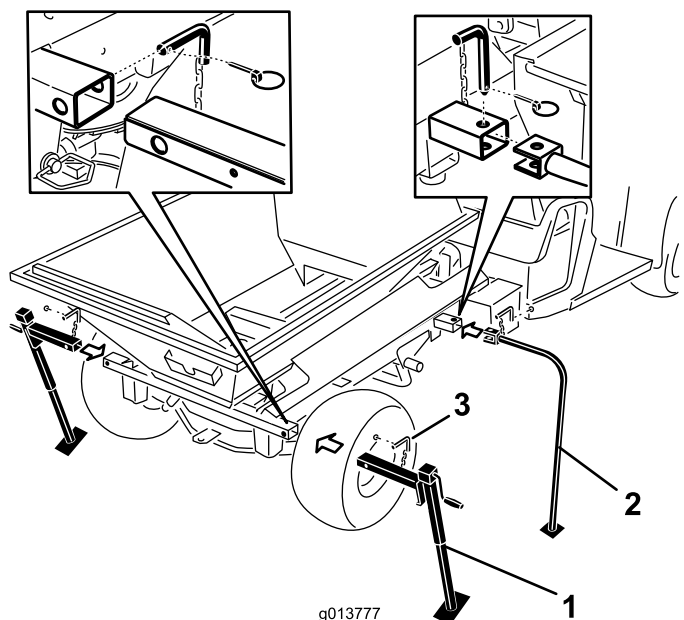

Figura 49
7. Introduceri picioarele de depozitare față în cricurile spate în tuburile mainii și fixai-le cu tifturile de blocare (Figura 49).